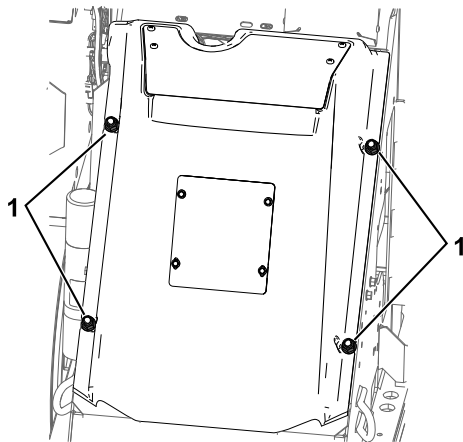

Figura 27
4. Afloje las 4 tuercas que sujetan el capó (Figura 27).